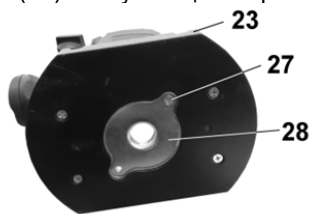

Рис.5
8.3. Установка пылеотвода, Рис.5 - 6.